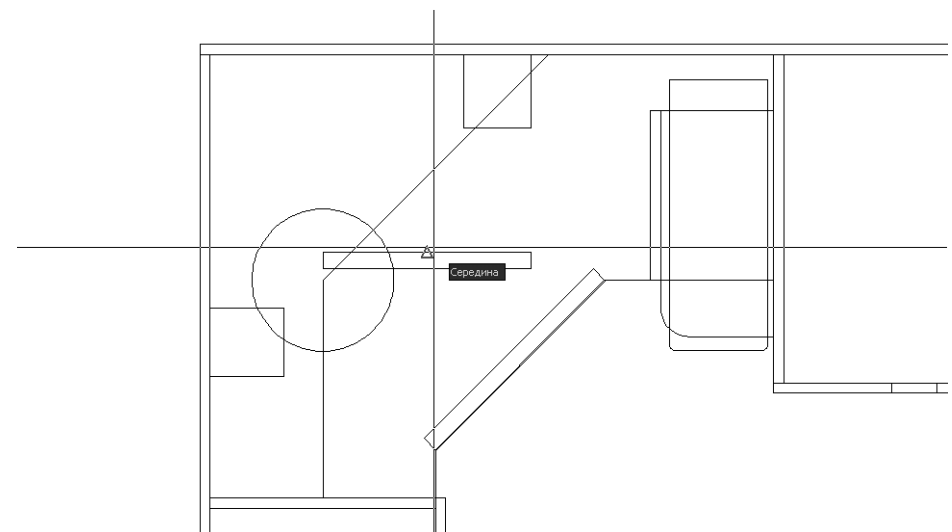

Рис. 5.18 ▼ Выбор первой точки с использованием режима привязки **Середина** (Midpoint)
7. Переместите указатель-перекрестие к середине верхней линии только что созданного прямоугольника и, как только AutoCAD распознает среднюю точку отрезка (рис. 5.18), щелкните для захвата ее координат.